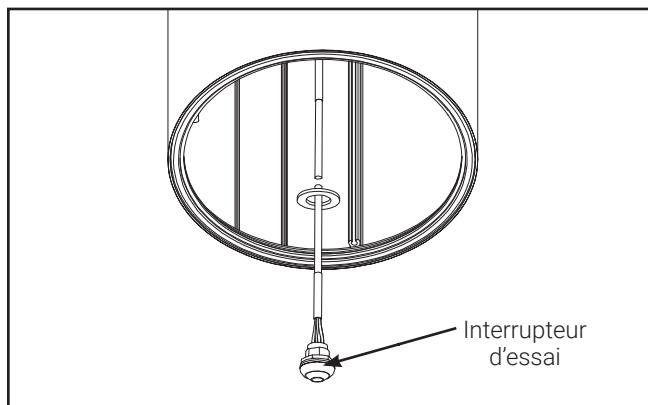

Figure 9.
1. Retirez l'interrupteur d'essai du cylindre du bloc-piles. (Figure 9).